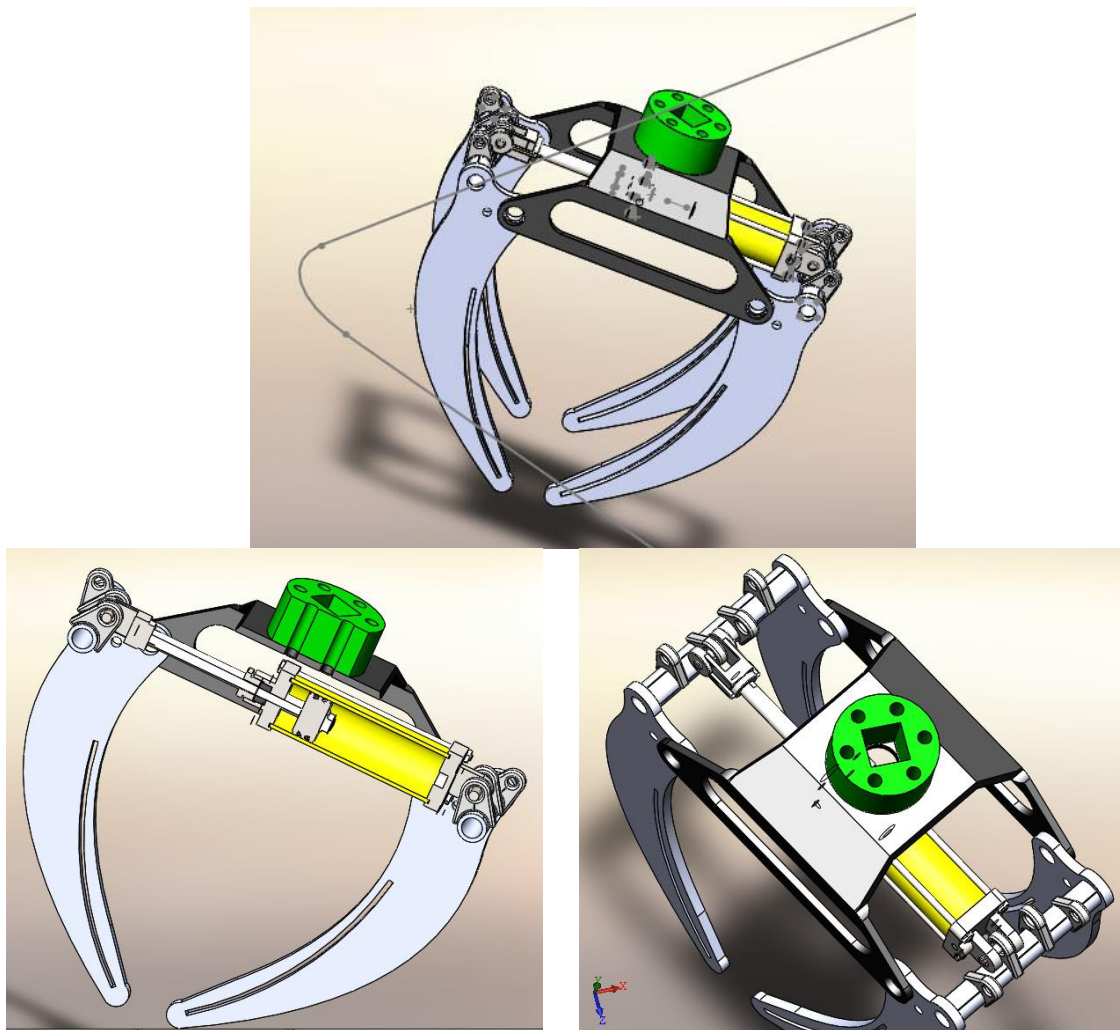

Рис.1. Збірка захвата
Спочатку необхідно відкрити модель\* і створити дослідження руху. Збірка з показана на рис.1.
2.1.2. Створити **новий документ** – збірку. Створите збірку, як це показано на рис.1.